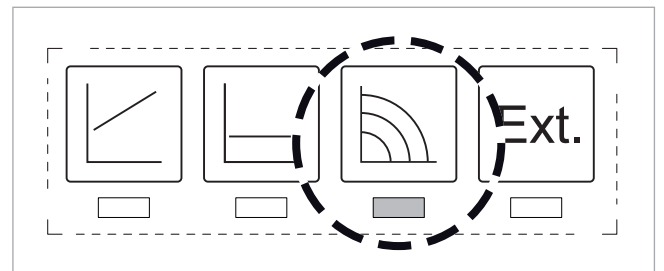

Abb. 7: Konstante Drehzahl einstellen
2. Konstante Drehzahl an der Pumpe einstellen, siehe → Abb. 7. Dazu obere Bedientaste ggf. mehrfach drücken.